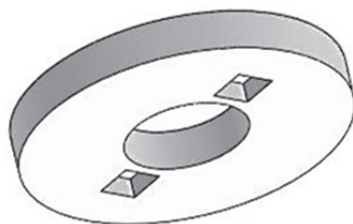

Рисунок 6.6
7. Выполните для этого эскиза операцию «Вытянутый вырез», выдавите его на **5 мм** (рис. 6.6).